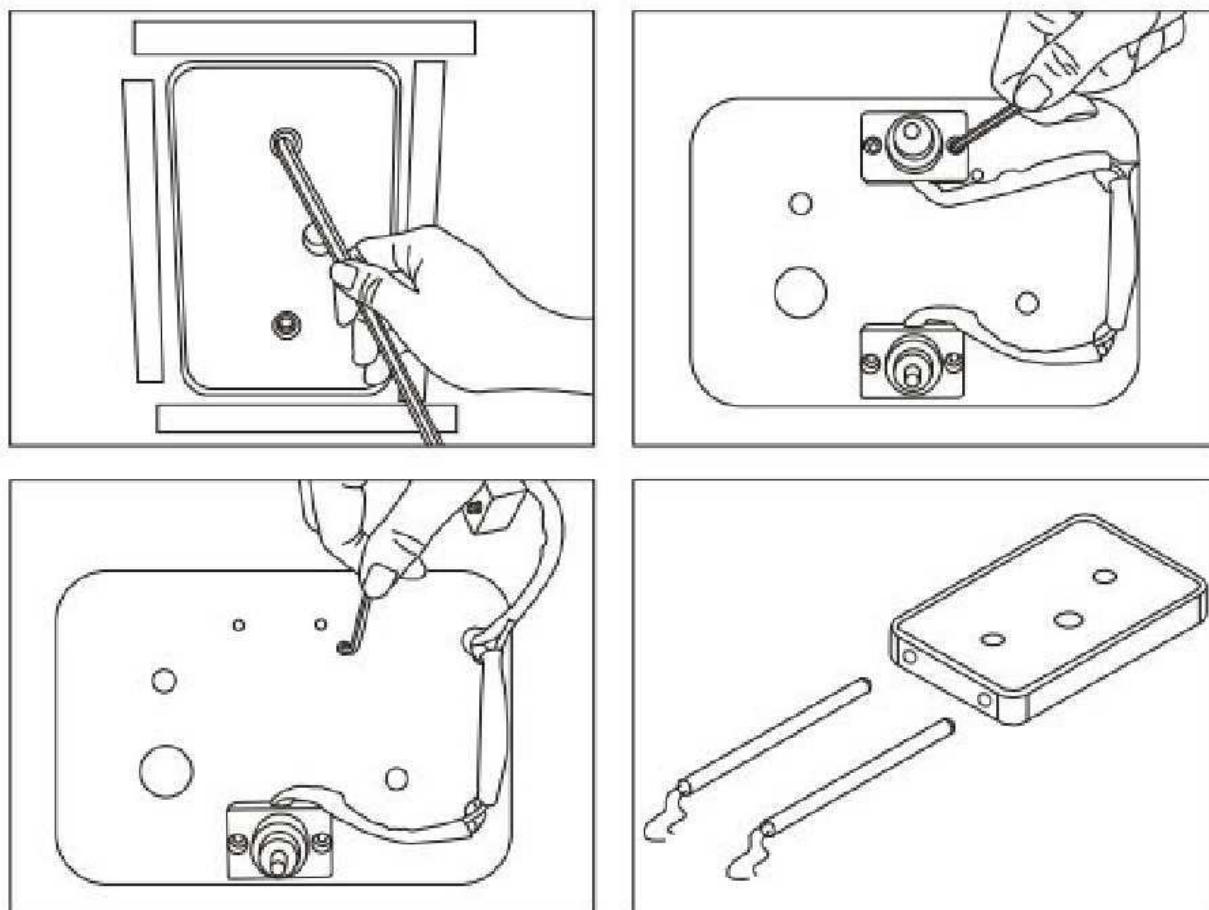

Рис.7
8. Замените нагревательные элементы как показано на рис.7.